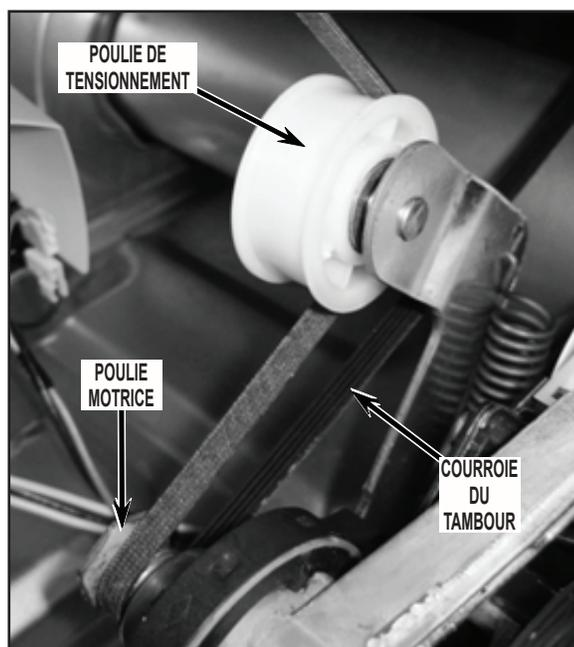

FIGURE 16
18. Extraire le tambour de la sécheuse – introduire un bras dans la sécheuse juste au-dessous du tambour et jusqu'à l'arrière du moteur d'entraînement. Saisir la poulie de tensionnement et soulever pour éliminer la tension de la courroie; dégager ensuite la courroie de la poulie motrice et de la poulie de tensionnement; voir la *Figure 16* au sujet de la dépose et de l'installation de la courroie.
- Lors de la réinstallation de la courroie du tambour, veiller orienter les stries de la courroie vers la surface externe du tambour. Pousser le bras de la poulie de tensionnement vers le haut et placer la courroie en position comme on le voit à la *Figure 16*. Libérer lentement le bras de la poulie de tensionnement pour qu'il applique une tension sur la courroie. Soulever légèrement l'avant du tambour et effectuer un mouvement de rotation lente pour vérifier que la courroie est correctement placée.